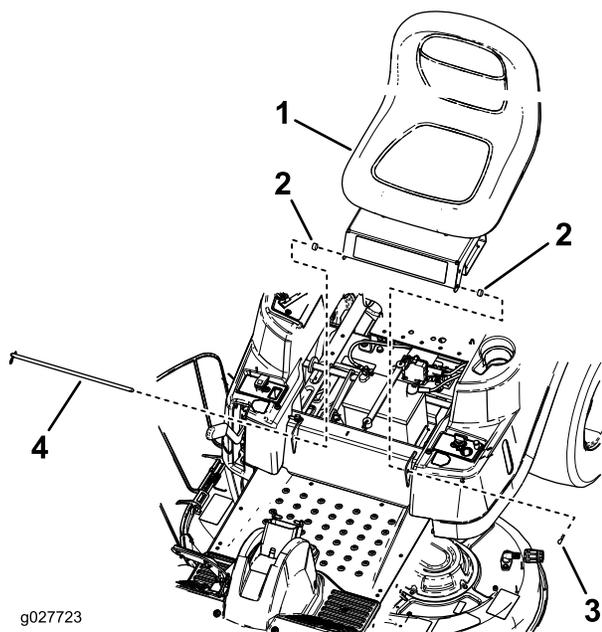

Bild 2
3. Nehmen Sie den bisherigen Sitz und die Sitzschale von der Maschine ab (Bild 2).
4. Montieren Sie den neuen Sitz-/Sitzschalenbaugruppe mithilfe des Sitzstabs, der 2 Splinte und 2 Distanzstücke (nur bei bestimmten Modellen) am Rahmen (Bild 2).